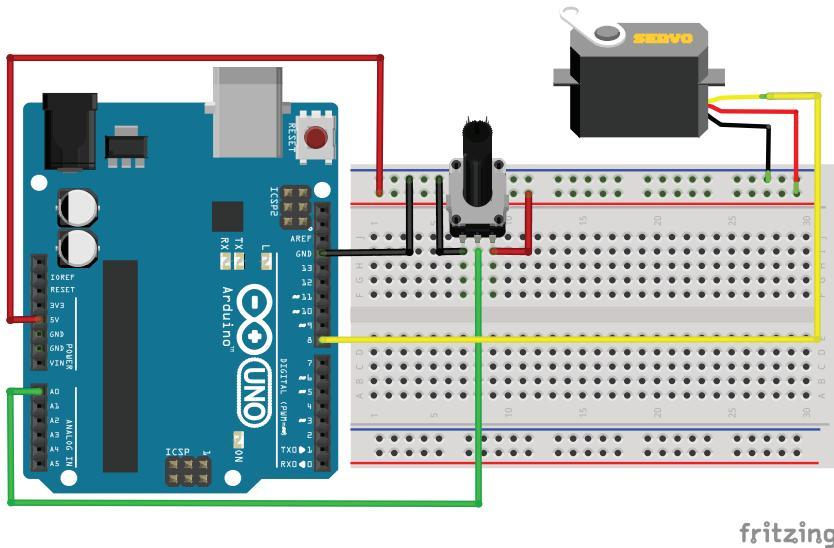

Рис. 17.2. Схема подключения сервопривода и потенциометра к Arduino
В нашем эксперименте мы будем управлять положением сервопривода с помощью потенциометра. Схема подключения сервопривода и потенциометра к плате Arduino показана на рис. 17.2. Сервопривод подключается тремя проводами: питание (Vcc), «земля» (Gnd) и сигнальный (C). Питание – красный провод, он может быть подключен к +5 В внешнего источника питания, черный (или коричневый) провод – «земля» – подключается к GND-выводу Arduino GND, сигнальный (оранжевый/желтый/белый) провод подключается к цифровому выводу контроллера Arduino. Для питания сервопривода используем отдельный блок питания +5 В.
1. Подключаем датчик сервопривода и потенциометр по схеме на рис. 17.2.